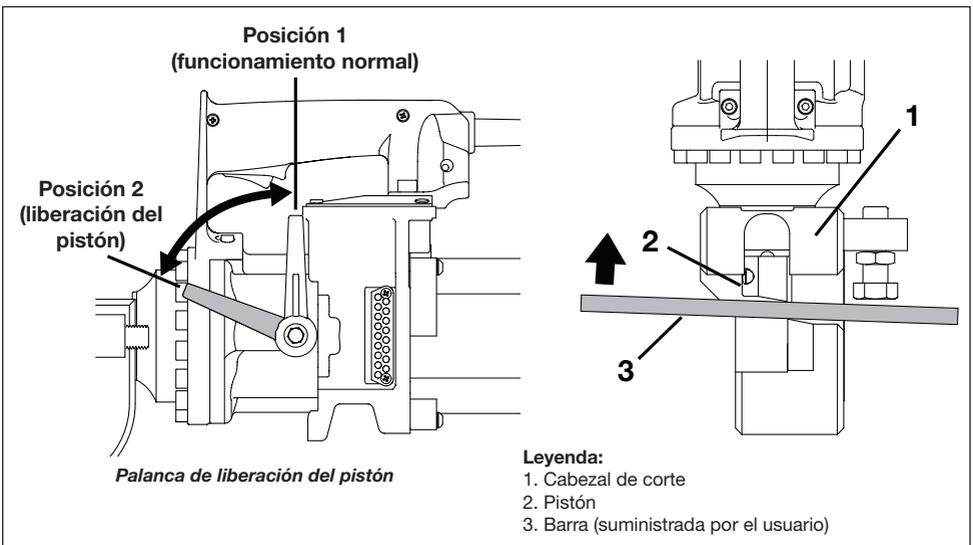

Figura 11, Procedimiento de retracción manual del pistón
Observe los siguientes procedimientos. Véase Figura 11:
3. Gire la palanca de liberación del pistón en sentido contrario a las agujas del reloj hasta la posición 2. Véase Figura 11.
4. Usando una barra rígida de acero, empuje manualmente el pistón en el cortabarras hasta que haya regresado a la posición inicial. Véase la Figura 11, pieza 3. Esto debe desprender la suciedad u otro material que haya impedido que el pistón de regrese durante el funcionamiento normal.
5. Gire la palanca de liberación del pistón completamente en sentido de las agujas del reloj hasta la posición 1. Véase Figura 11.
8. Limpie la parte expuesta del pistón. Elimine cualquier resto de suciedad, virutas o residuos de esta área. Véase Figura 11, pieza 1.